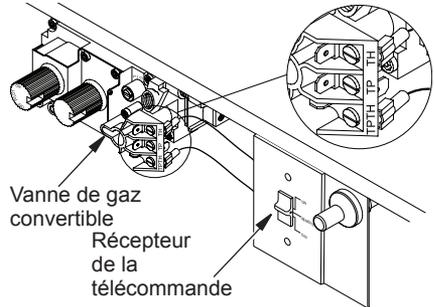

Figure 19 - Récepteur de la télécommande
- Déterminez le tracé de votre système de ventilation vertical. Si le système de ventilation risque d'être obstrué par des solives de plafond, des chevrons de toiture ou d'autres éléments de structure, pensez à utiliser un déport (voir figure 19, page 17) afin d'éviter de couper des membres porteurs.
Le récepteur de la télécommande est câblé en usine et relié à la vanne de gaz convertible comme le montre la figure 19.